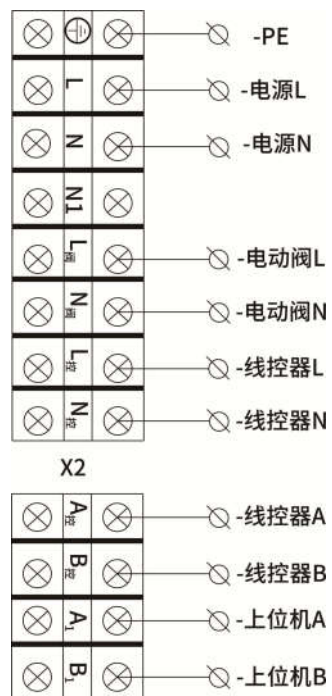
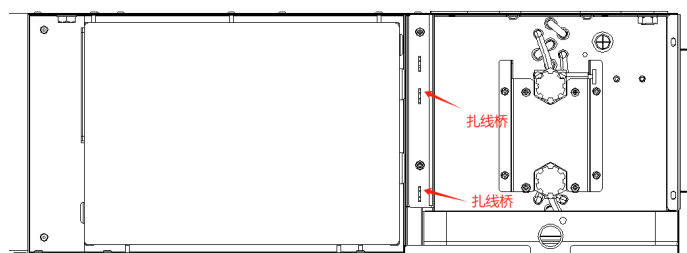

图 3.10
图 3.11
- (1) 卸下电控盒盖，将线缆由电控盒上的穿线口穿出，按接线图接线，见图 3.10；
- (2) 整理走线确保无交叉；
- (3) 盖好电控盒盖螺钉固定。
- (4) 整机过线和线控器过线固定在扎线桥上面，如图 3.11 所示